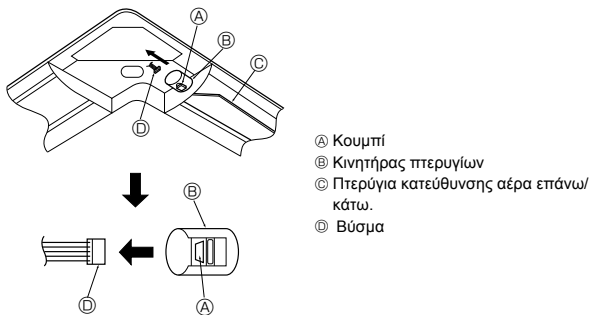

Fig. 9-11
9.7. Πώς κλειδώνεται η κατεύθυνση ροής του αέρα επάνω/κάτω (Fig. 9-11)